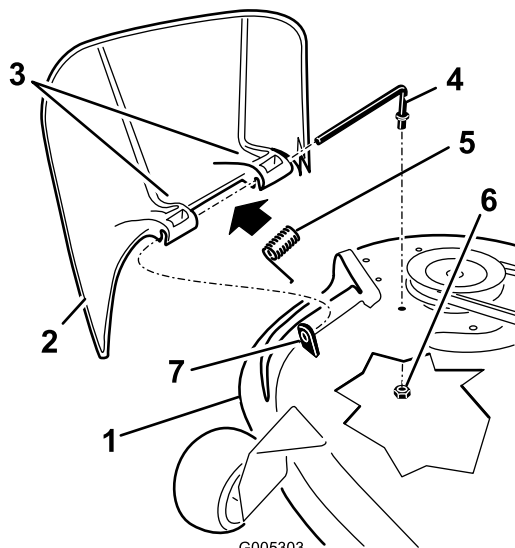

Figura 58
deflector de hierba. Deslice la varilla por el segundo soporte del deflector de hierba (Figura 58).
7. Introduzca la varilla, en la parte delantera del deflector de hierba, por el espaciador corto de la carcasa. Fije el extremo trasero de la varilla en el cortacésped con una tuerca (3/8 pulg.) (Figura 58).
1. Localice los elementos mostrados en la Figura 58.
2. Retire la tuerca (3/8 pulg.) de la varilla (debajo del cortacésped) (Figura 58).
3. Retire la varilla del espaciador corto, del muelle y del deflector de hierba (Figura 58). Retire el deflector de hierba dañado o desgastado.
4. Vuelva a colocar el deflector de hierba (Figura 58).